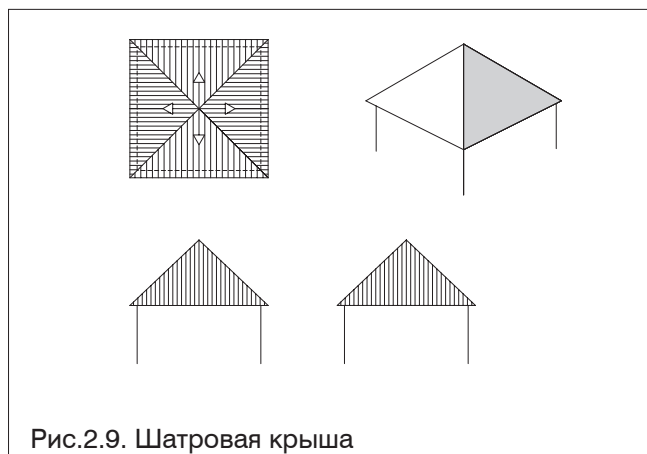

Рис.2.9. Шатровая крыша
- **Шатровая крыша** (рис.2.9.) имеет четыре треугольных ската, вершины которых сходятся в одной точке.